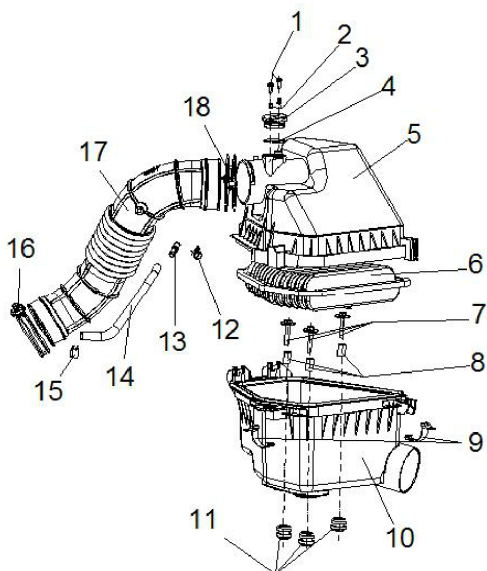

图 1
1、进气系统空气滤清器的拆卸 / 安装步骤 (图 1)
2、空气滤清器滤芯的更换 (图 1)
3. 进气弯管的更换 (图 1)